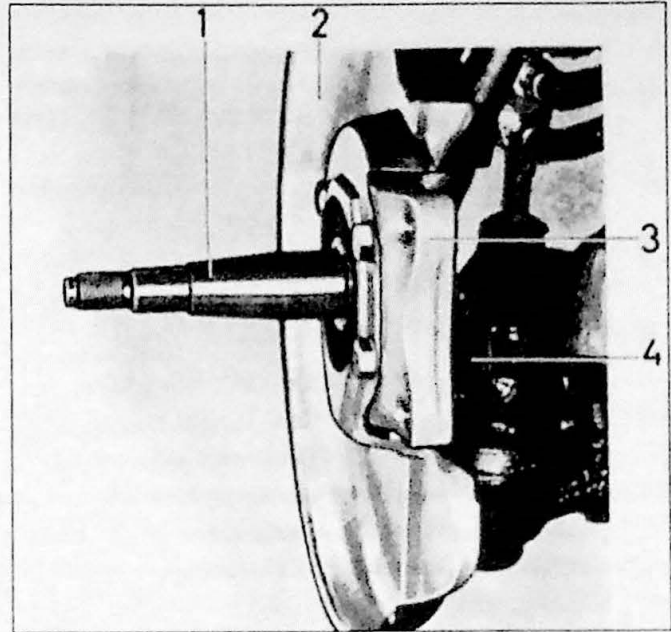

Fig. 10.11. Voorwioldetails.
2. Monteer stuurarm, houder en beschermplaat op de naaf (Fig. 10.11).